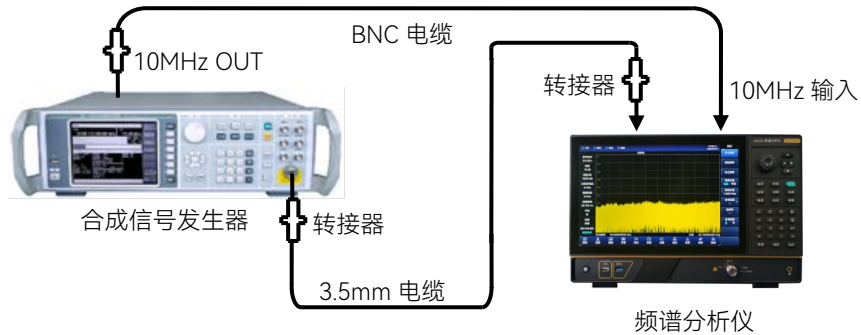

图 15.7 分辨率带宽转换不确定度测试设置
1) 如图 15.7 连接测试设备。合成信号发生器 1464 为频谱分析仪提供频率参考；